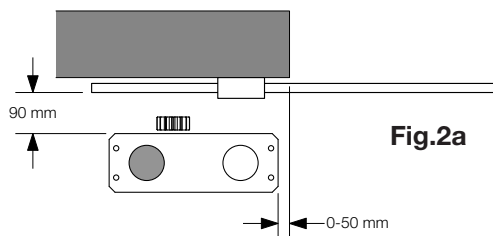

Fig.2a
Il posizionamento della piastra dovrà rispettare le distanze indicate nelle figure 2a/b/c/d (viste dall'alto):
- Fig. 2a installazione con motore a sinistra